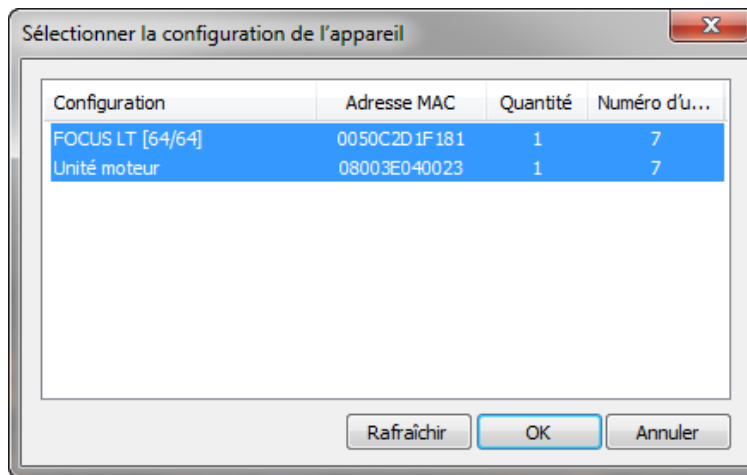

Figure 1-23 Exemple d'une boîte de dialogue Sélectionnez la configuration de l'appareil
6. Lorsque vous démarrez la version **Inspection**, la boîte de dialogue **Sélectionnez la configuration de l'appareil** s'affiche (voir la Figure 1-23 à la page 44). Dans cette boîte de dialogue :